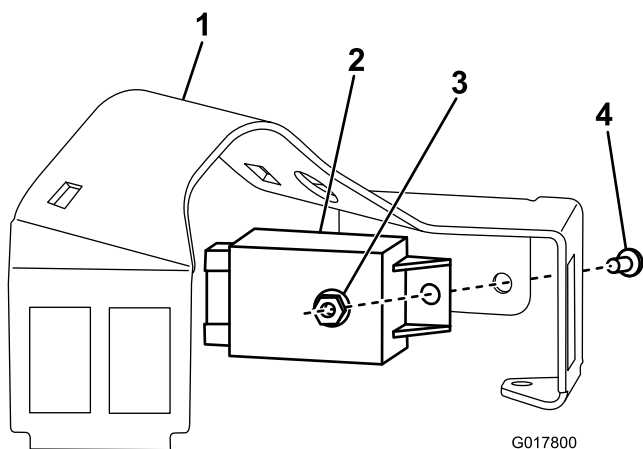

Рисунок 8
1. Прикрепите модуль указателей поворота к кронштейну рулевой колонки с помощью винта (№ 10-24 x 1/2 дюйма) и контргайки (Рисунок 8).